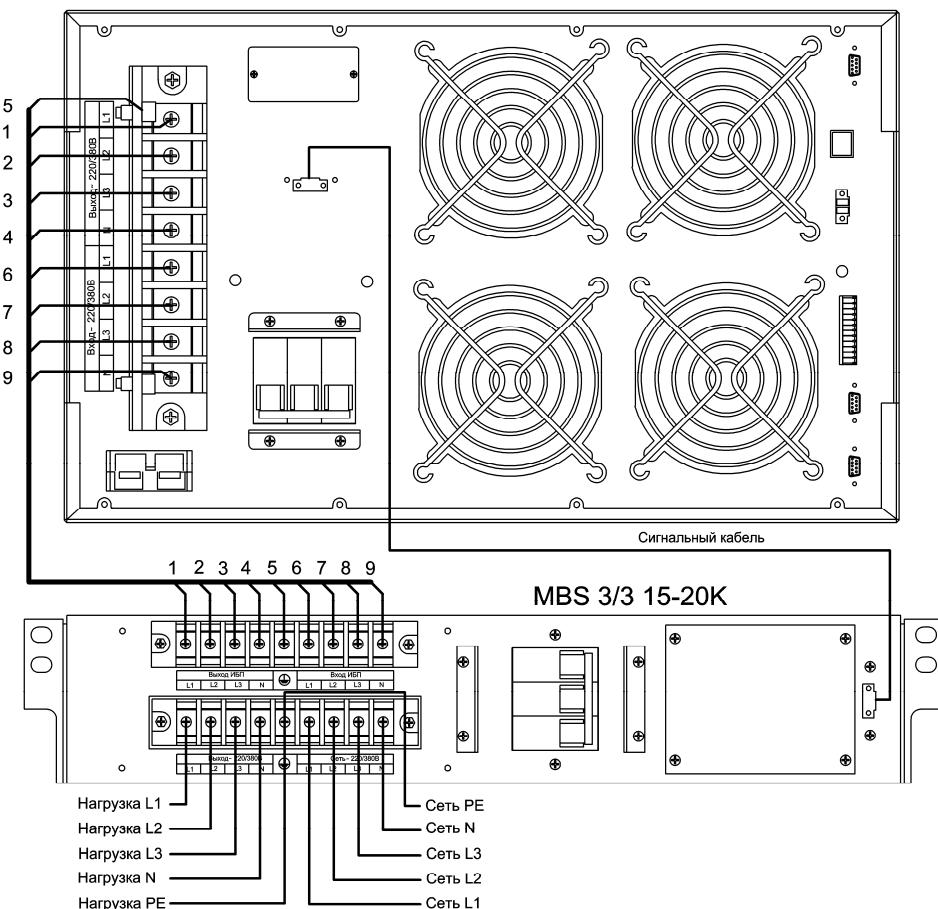

Рисунок 4 – Подключение модуля MBS 3/3 15-20K
7.1.5 Подключение сети переменного тока, ИБП и нагрузки к модулю следует производить в следующей последовательности (рисунок 4):